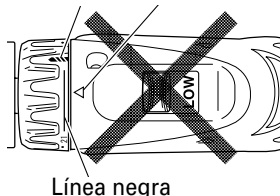

Fig. 10
- Evite usar la unidad con el número del dial del embrague entre "21" y la línea provista en el medio de la marca del taladro "▲". Si lo hiciere, se podrían producir daños (Consulte la Fig. 10).